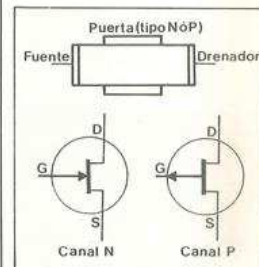

Figura 5
**IDENTIFICACION DE LOS ELECTRODOS.**— Si observamos la constitución de un FET, como muestra la figura 5, vemos claramente que